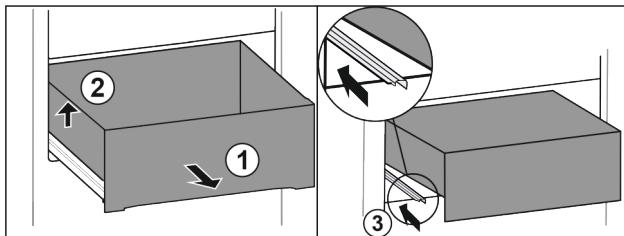

Fig. 113
- Вытяните выдвижной ящик до упора. Fig. 113 (1)
- Приподнимите выдвижной ящик слева. Fig. 113 (2)
- Вставьте левую направляющую. Fig. 113 (3)